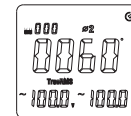

图11-2
- (1) 在单次LOAD数据模式下, 显示上一条存储数据;
- 然后按SELECT 键选择第二相位 $\phi 2$, 如图11-2, 显示相位 $\phi 2$ 的相位角 ϕ 值, 电压V值, 电流A值。